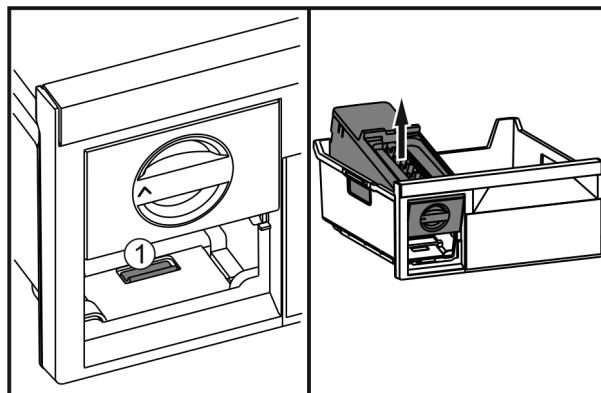

Fig. 30
- ▶ Stlačte západku Fig. 30 (1), EasyTwist-Ice ze zadu zvedněte a vyjměte z mrazicí zásuvky.